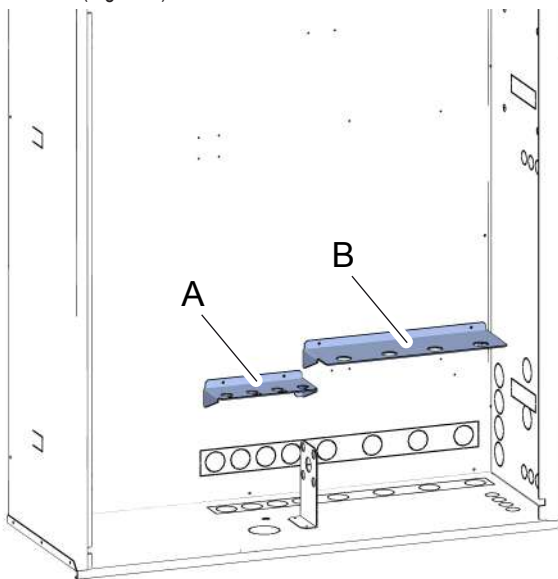
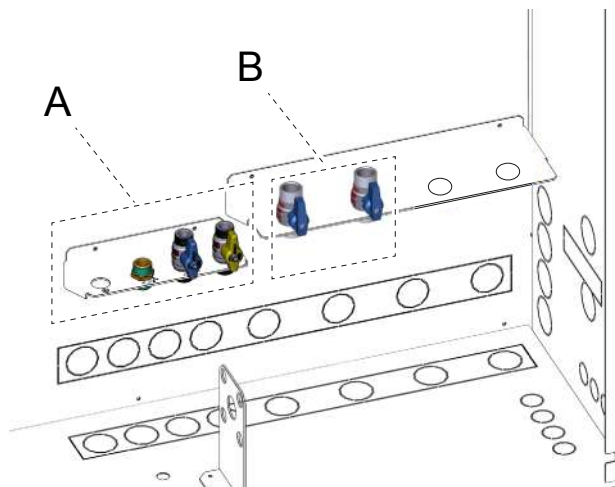

fig. 7 -
fig. 9 -
Montare staffa A ("fig. 7 -") al fondo dell'armadio utilizzando 4 viti autofilettanti.
Montare staffa B ("fig. 7 -") al fondo dell'armadio utilizzando 4 viti autofilettanti.
Montare sulla staffa di sinistra (part. A "fig. 9 -") niplo (mandata ACS), rubinetto ingresso acqua fredda, rubinetto gas metano bloccandoli alla staffa utilizzando 3 ghiera.
Montare sulla staffa di destra (part. B "fig. 9 -") rubinetto ritorno e mandata impianto bloccandoli alla staffa utilizzando 2 ghiera.
**NOTA:** Se il sistema prevede kit di distribuzione con pompe di rilancio la staffa (part. B "fig. 7 -") e i relativi rubinetti (part. B "fig. 9 -") non vanno montati. Per maggiori dettagli vedi paragrafo "4.11 Installazione Kit distribuzione zona diretta con collettore" a pagina 22).